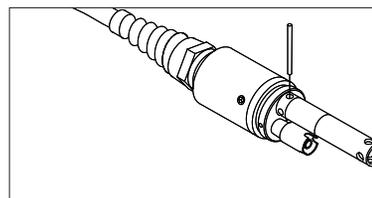

Figura 4. Strumento d'installazione usato per serrare il dado di bloccaggio in acciaio inossidabile del sensore di conducibilità/temperatura 5560.
6. Una volta completamente installato, il dado farà battuta contro la giunzione. A questo punto, usare lo strumento incluso con il sensore per ruotare il dado di un altro quarto o mezzo giro, in modo che non si possa allentare (Figura 4). NON serrare eccessivamente.